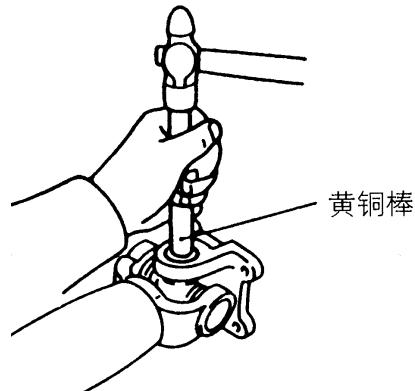
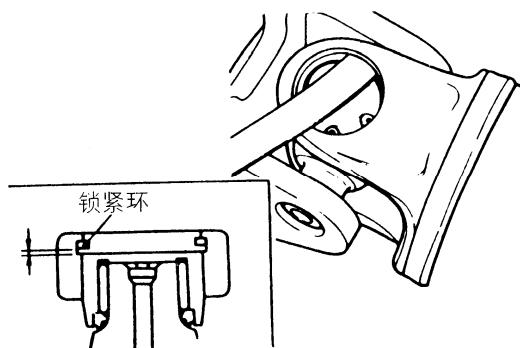

图 3-113 将轴承和轴颈压入放黄铜的一侧
图 3-114 测量轴颈端隙
(3) 用锁紧卡环夹钳将相同厚度的锁紧环装入各叉的两侧。如图 3-113 所示, 将轴承和轴颈压入放黄铜的一侧。用厚薄测规测量图 3-114 所示部分的间隙。若间隙超出标准值, 则应更换锁紧环。标准值为 0.06mm。